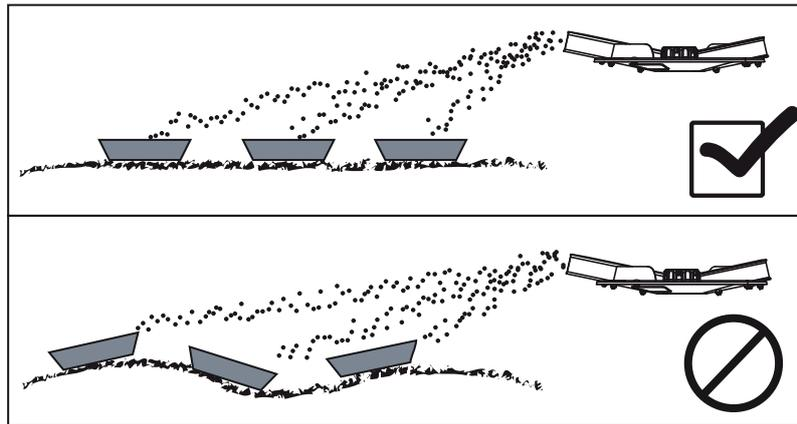

Bild 7.17: Aufstellung der Auffangschalen
- Die Auffangschalen waagrecht aufstellen. Schräg stehende Auffangschalen können zu Messfehlern führen (Bild 7.17).